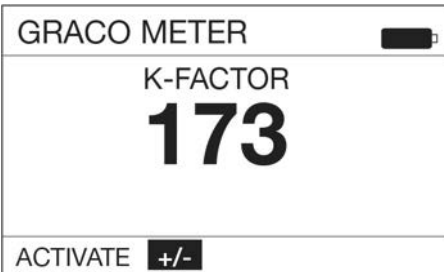

图 19
- 使用键盘上的右箭头按钮高亮显示 **+/-**，然后按键盘上中央的 **ENTER** 按钮选择 **+/-** 选项（图 19）。
**注意：**选择此屏幕上的 **GO BACK**（返回）功能，将显示屏回到上一屏幕（如图 19 所示）。